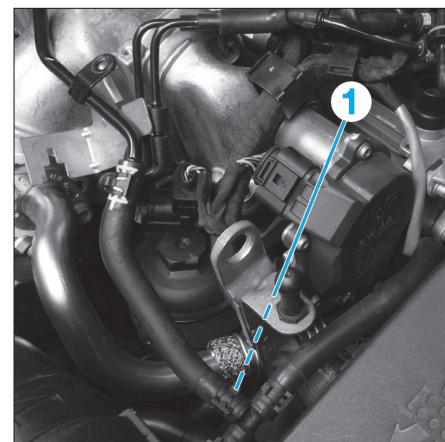

Fig. 18
• Débrancher le connecteur du contacteur de pression d'huile (1) (Fig.18).